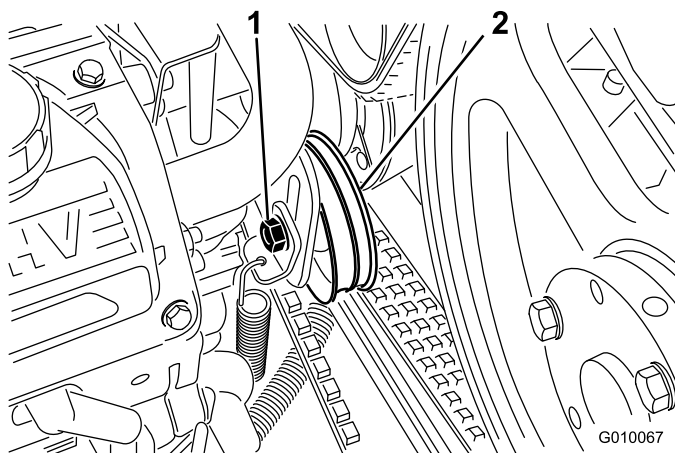

図 57
3. ポンプベルトのアイドラを調整スロットの範囲内で動かせる程度に、アイドラのボルトをゆるめる（図 57）。